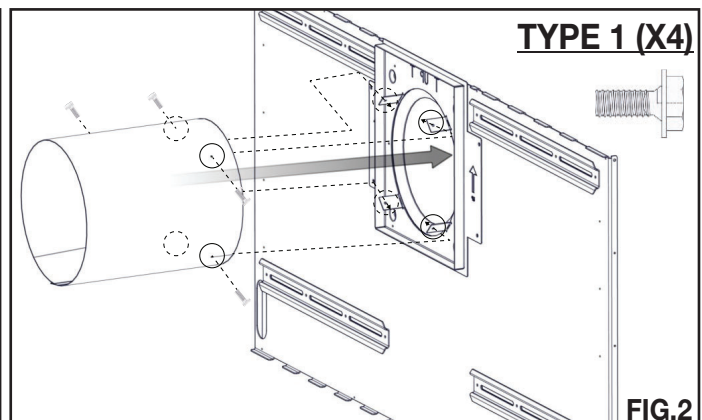

FIG.2
- E.** Plier les quatre pattes sur le vers l'extérieur de l'espace coupe-feu. Glissez le bouclier de l'évent dans l'espace coupe-feu en alignant les trous dans les onglets puis sécurisez-le **(FIG. 2)**